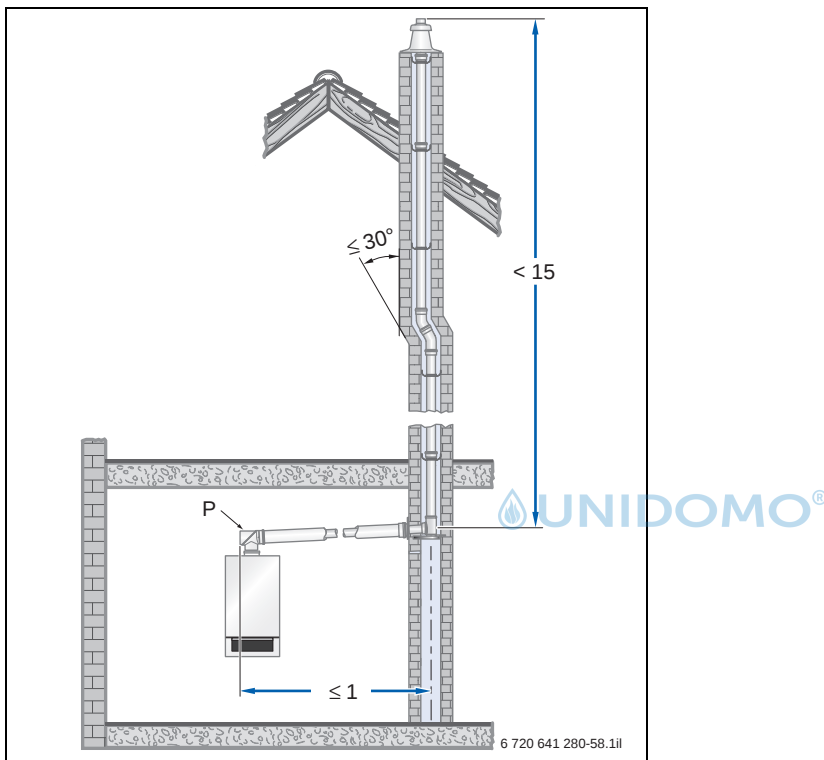
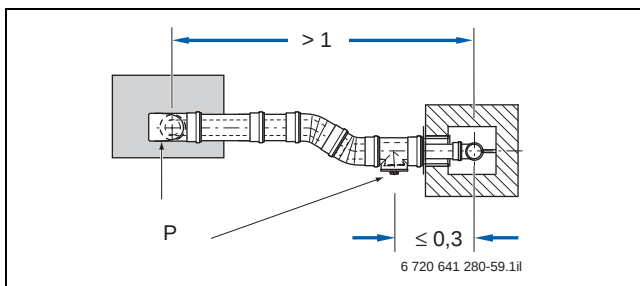

Bild 85 Beispiel zur Anordnung der Prüföffnung (P) bei einer waagerechten Abgasleitung ohne Umlenkung im Aufstellraum (Maße in m)
Bild 86 Beispiel zur Anordnung der Prüföffnungen (P) bei einer waagerechten Abgasleitung mit Umlenkung im Aufstellraum – Draufsicht (Maße in m)
Gemäß DIN 18160-1 und DIN 18160-5 müssen Abgasanlagen für raumluftunabhängigen Betrieb leicht und sicher zu überprüfen und ggf. zu reinigen sein. Hierzu sind Prüföffnungen einzuplanen (→ Bild 85 und Bild 86).
- An der Stirnseite im geraden, waagerechten Abschnitt der Abgasleitung höchstens 1 m von der Umlenkung in den senkrechten Abschnitt entfernt, sofern sich dazwischen keine Umlenkung befindet (→ Bild 85) **oder**
- Seitlich im waagerechten Abschnitt der Abgasleitung höchstens 30 cm von der Umlenkung in den senkrechten Abschnitt entfernt (→ Bild 86).
- Die untere Prüföffnung nach DIN 18160-1 und 18160-5 ausgeführt ist (→ Bild 85 und Bild 86).